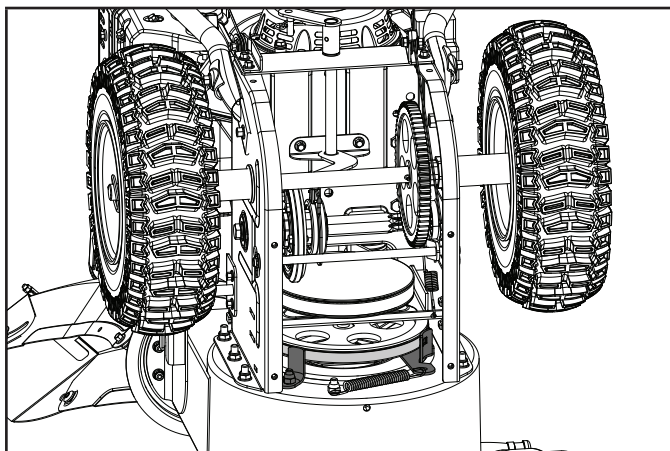

Figure 28
8. Assurez-vous que la courroie est en place sous le guide de courroie de la poulie de tension bras pivotant. (figure 28)